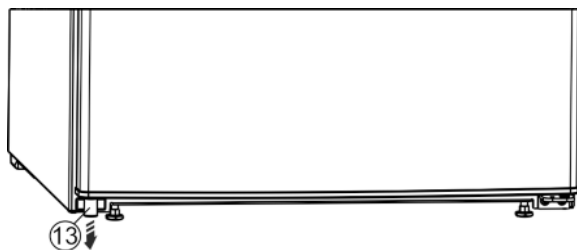

Fig. 4
- Vľavo dolu z dverí vyberte dištančný diel Fig. 4 (13).